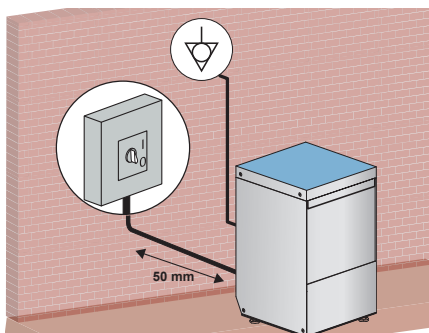

Bild. 7
- Håll ett avstånd på minst 50 mm från väggarna för att ventiler motorerna (se bild 7). Installera en ånghuv för att säkerställa god ventilation i rummet för att avlägsna ånga och överlopps fukt.